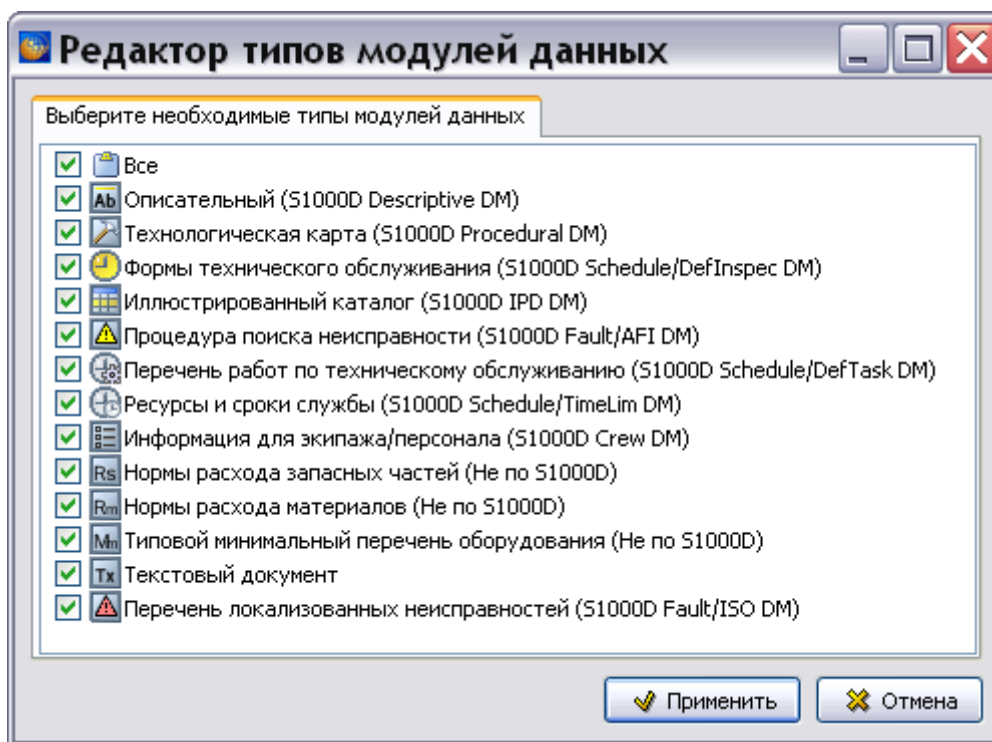

Рис. 21.15
- **По типу модуля данных.** Для выбора определенных типов МД для отчета включите радиокнопку у параметра **Выбранные типы** и нажмите на кнопку  справа от иконок МД. В окне **Редактор типов модулей данных** укажите требуемые для отчета типы МД и нажмите на кнопку **Применить** (Рис. 21.15).